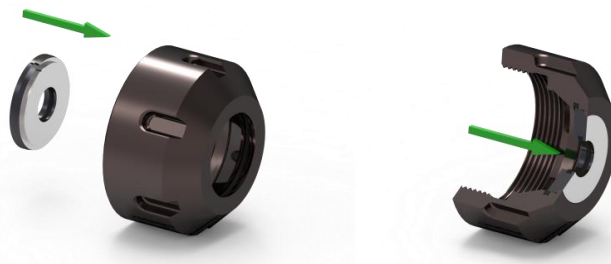

Abbildung 2: Einsetzen der Dichtscheibe
1. Dichtscheibe, wie in der Abbildung 2 dargestellt, in die Spannmutter einsetzen.